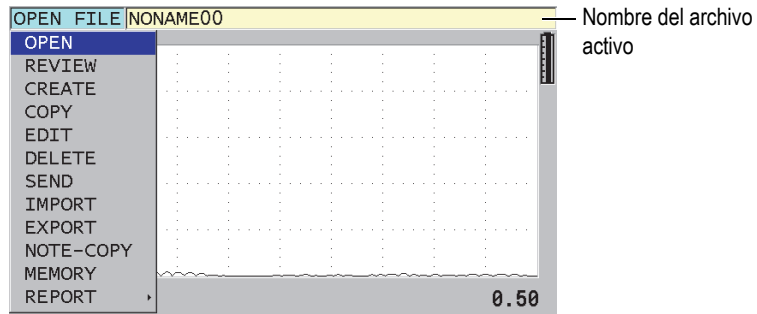

Figura 5-10 Nombre del archivo activo en la zona de identificación
El registrador de datos del 39DL PLUS es un sistema basado en archivos que permite abrir un archivo a la vez. El archivo activo almacena una medida con un número de identificación en una localización de medición de espesor. Cada vez que la tecla **[SAVE/SEND]** es pulsada, la lectura de la medición, que aparece en la pantalla, es almacenada con el número de identificación (ID) en curso del archivo activo. El número de identificación incrementará automáticamente en las siguientes mediciones. Al pulsar la tecla **[FILE]**, el nombre del archivo activo aparece en la zona de identificación (arriba del menú) [ver Figura 5-10 en la página 96].